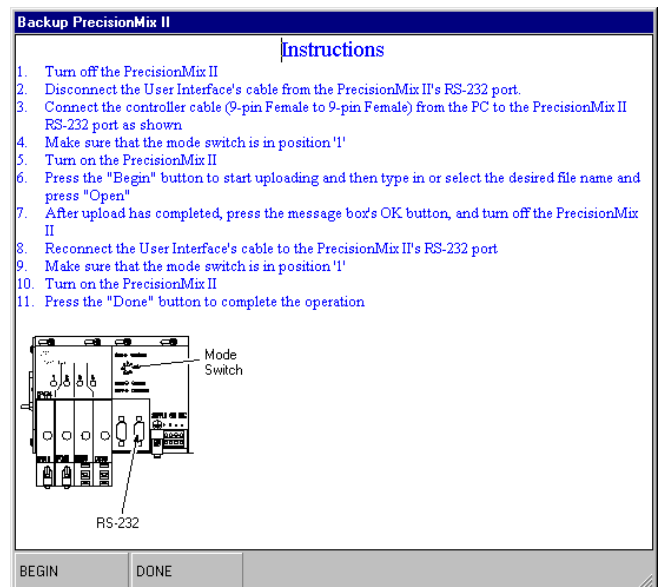

Fig. 13.4
2. Une fenêtre d'instructions de sauvegarde du PrecisionMix II apparaîtra. Voir Fig. 13.4.